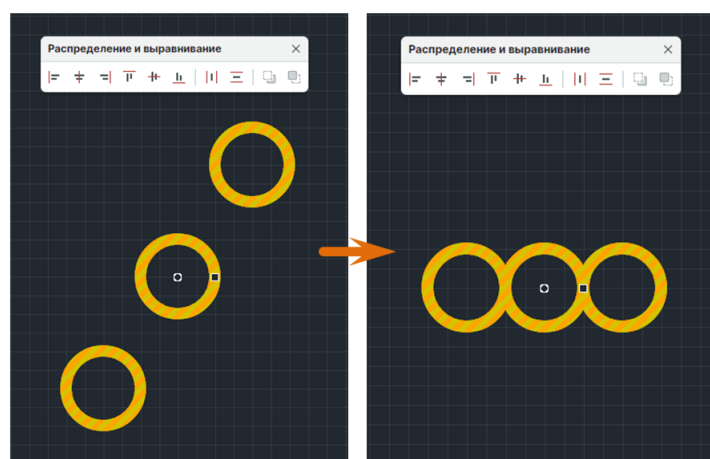

Рис. 297 Выравнивание по середине
2. На панели «Распределение и выравнивание» выберите инструмент «Выровнять по середине», который обозначен символом , см. Рис. 297.